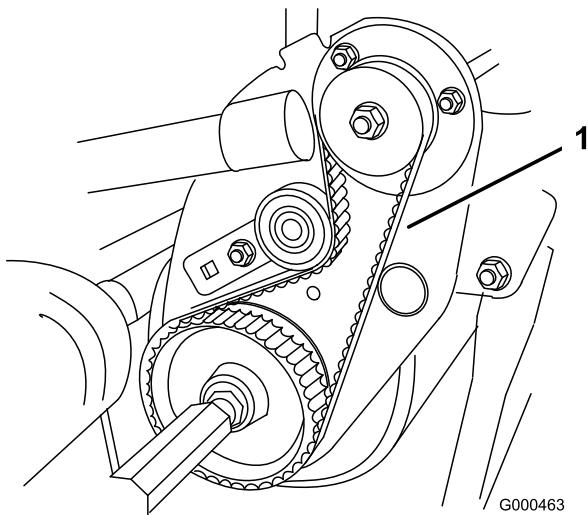

図 46
2. プーリ間の中央でベルト（図 46）を指で押して点検する。押す力は 1.8 ± 0.5 kg 程度。 $4.8 \sim 7.9$ mm 程度のたわみが出るのが適正である。たわみの量が適正でない場合は以下の手順へ進む。